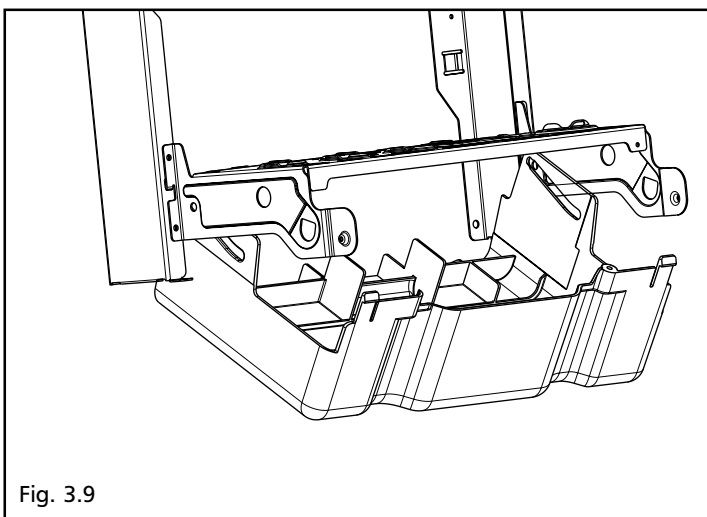

Fig. 3.9
- posizionare la copertura raccordi in modo che le feritoie laterali si trovino in corrispondenza dei fori presenti sulla mensola (fig. 3.9)